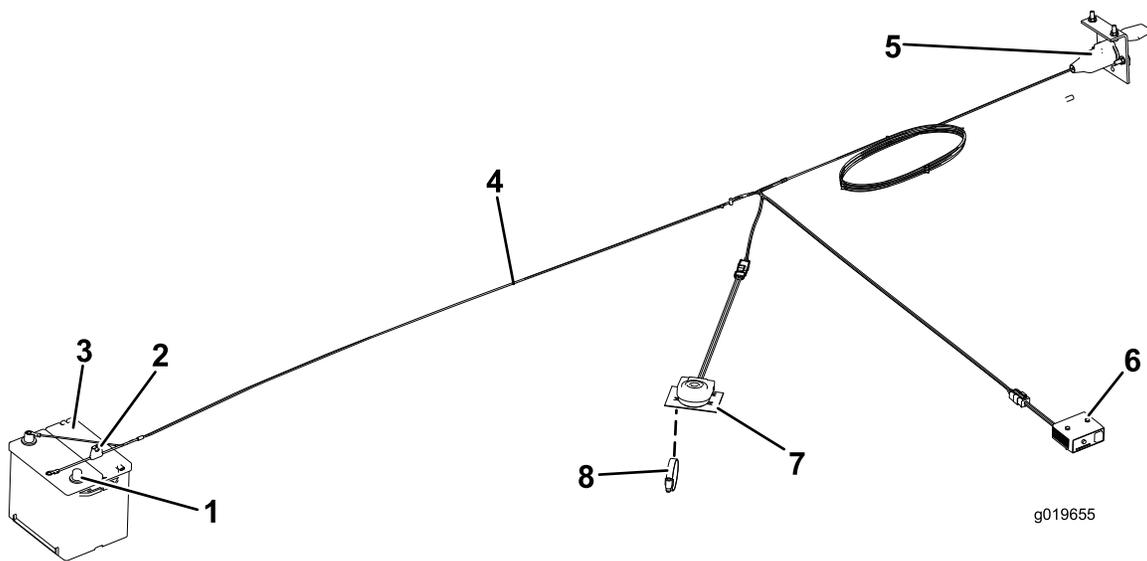

Bild 11
7. Schließen Sie den Kabelbaum wie folgt an den Komponenten (Bild 11) an: